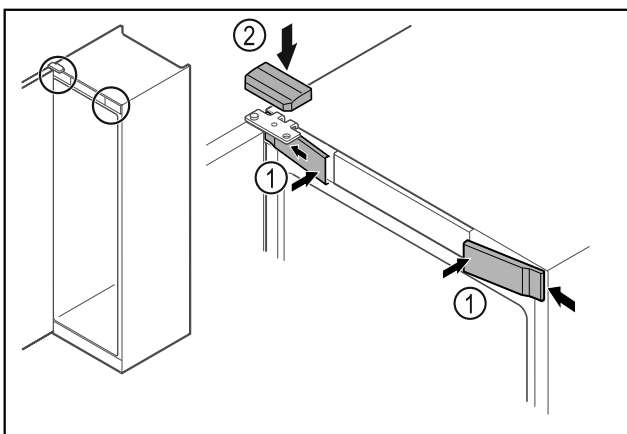

Fig. 68
- ▶ 从侧部挂入前盖板 Fig. 68 (1)并将其卡紧。
- ▶ 从上方卡紧上盖板 Fig. 68 (2)。